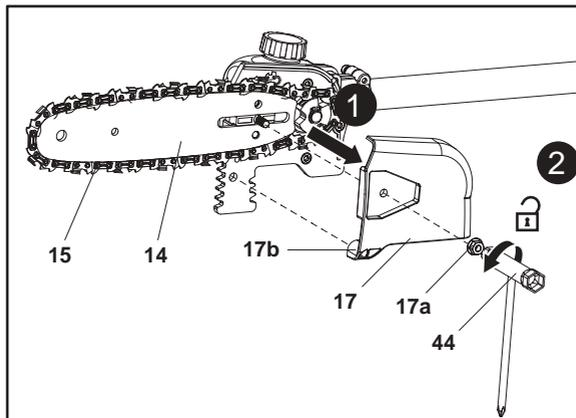

Fig. 8
1. Coloque el producto sobre una superficie plana adecuada con la cubierta de la podadora (17) orientada hacia adelante.
2. Desenrosque la tuerca de bloqueo (17a) hacia la izquierda y, a continuación, retírela junto con la cubierta de la podadora (17), la espada (14) y la cadena (15) (Fig. 8).
3. Utilice la nueva espada (14) y cadena (15) de los mismos tipos descritos en las "especificaciones técnicas".